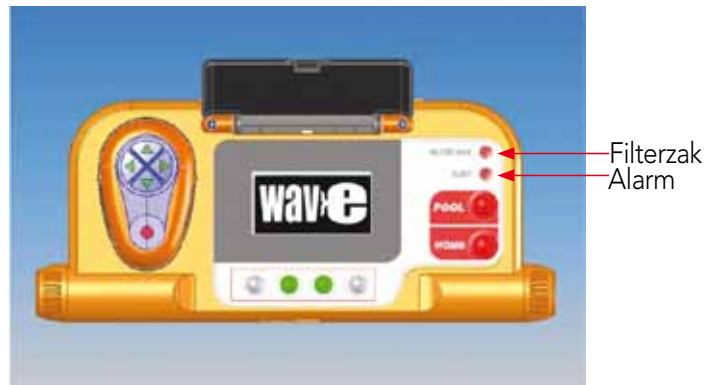

Figuur 5: Handmatig stoppen scherm
1. Druk op het *aftelscherm* (Figuur 4), op **Stoppen**. Op het MMI scherm verschijnt het bericht: "Stopping robot – please wait" (robot stopt – wachten a.u.b.). Na 5 seconden verschijnt het *Handmatig stoppen* scherm (Figuur 5).